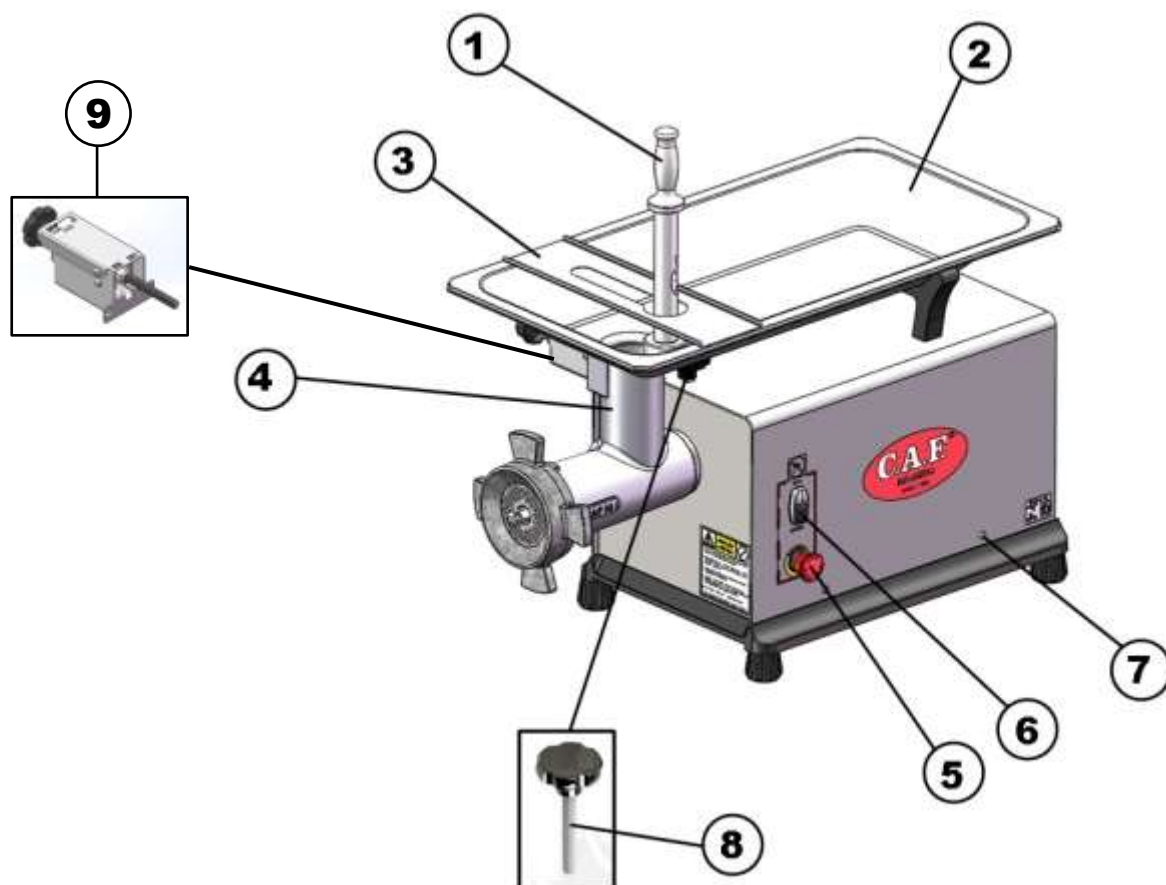
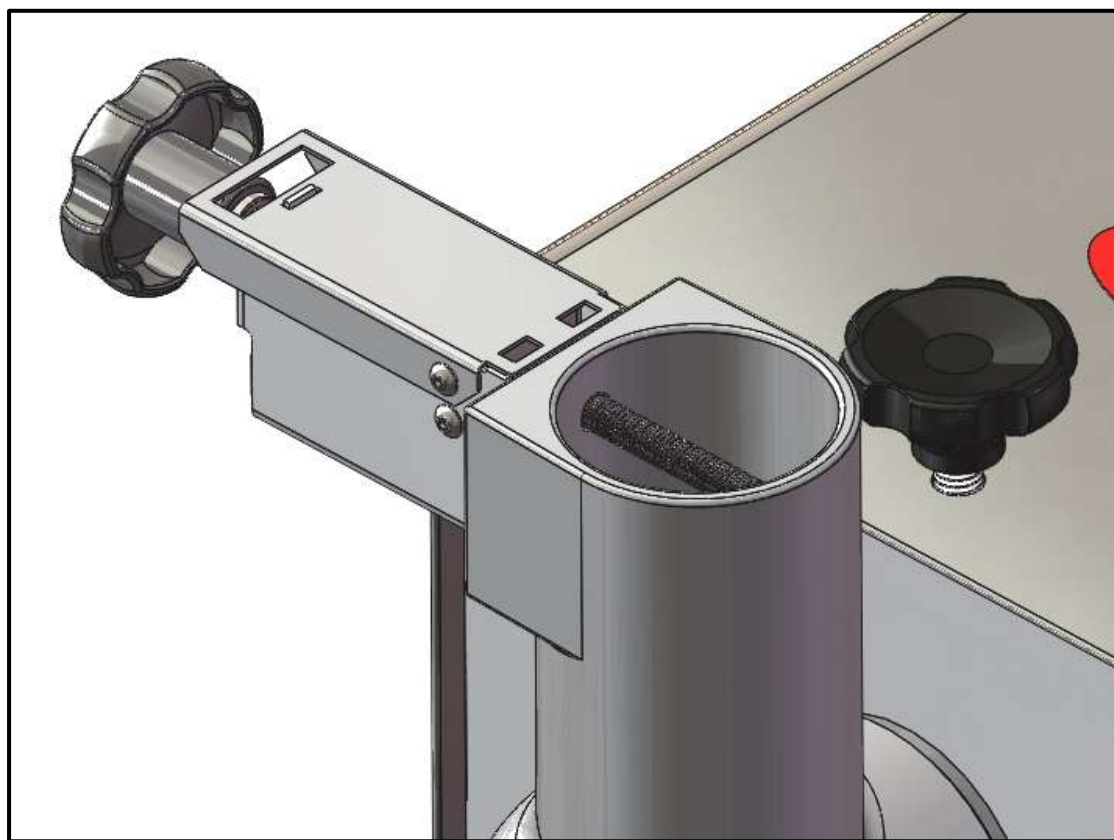

Fig. 1
Fig. 3 - Sistema trava de Segurança
- Sistema trava de segurança: Intertravando a bandeja (Fig. 1- Item 9) no equipamento.
- Protetor da Bandeja (Item 3 - Fig. 1) e o Sistema trava de segurança (Fig.3) Impedem o acesso dos membros superiores na área de esmagamento do produto.
- 5) Para acionar o equipamento é necessário apertar o botão Liga/Desliga localizado no painel de comando (Fig.1).
- Rosquear no sentido horário o eixo do Sistema trava até a bandeja ficar livre (Fig.3).